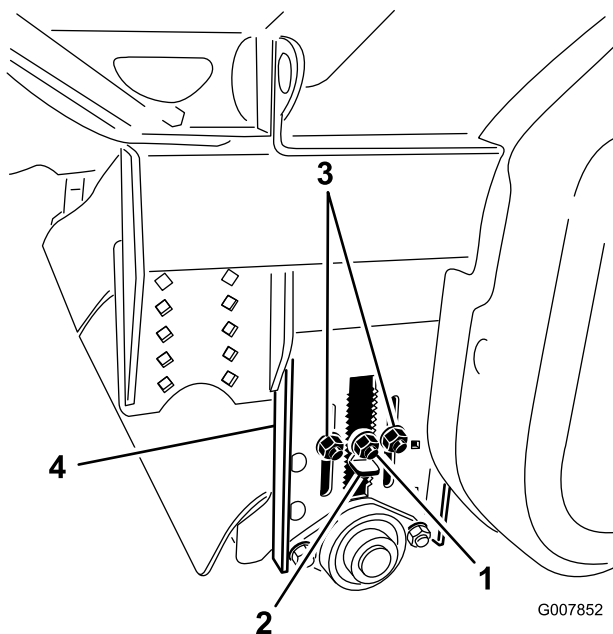

Bild 29
2. Lösen Sie die Sicherungsmutter am Höheneinstellschlüssel (Bild 29) sodass sie ungefähr 13 mm (1/2 Zoll) herausgezogen werden kann.
- Lösen Sie die Sicherungsmuttern für die Einstellung der Rollenhöhe (Bild 29).
- Ziehen Sie den Höhereinstellschlüssel heraus und bewegen Sie die Heckrolle nach oben oder unten, indem Sie die Höhereinstellplatte auf die gewünschte Höhe schieben (Bild 29).